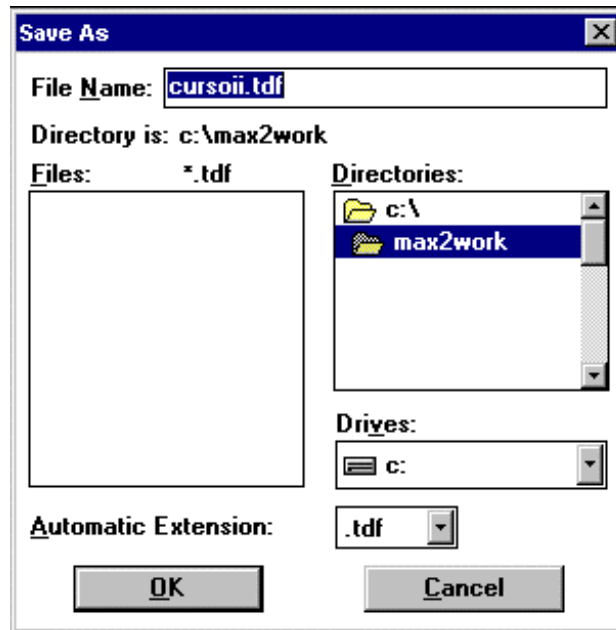

Figura 12
5.1.4 Escolha *Save As* no menu *File*. Se o nome de seu projeto não aparece automaticamente, com a extensão *Tdf*, no quadro *File Name*, então o nome, juntamente com a extensão devem ser especificados (veja figura 12).